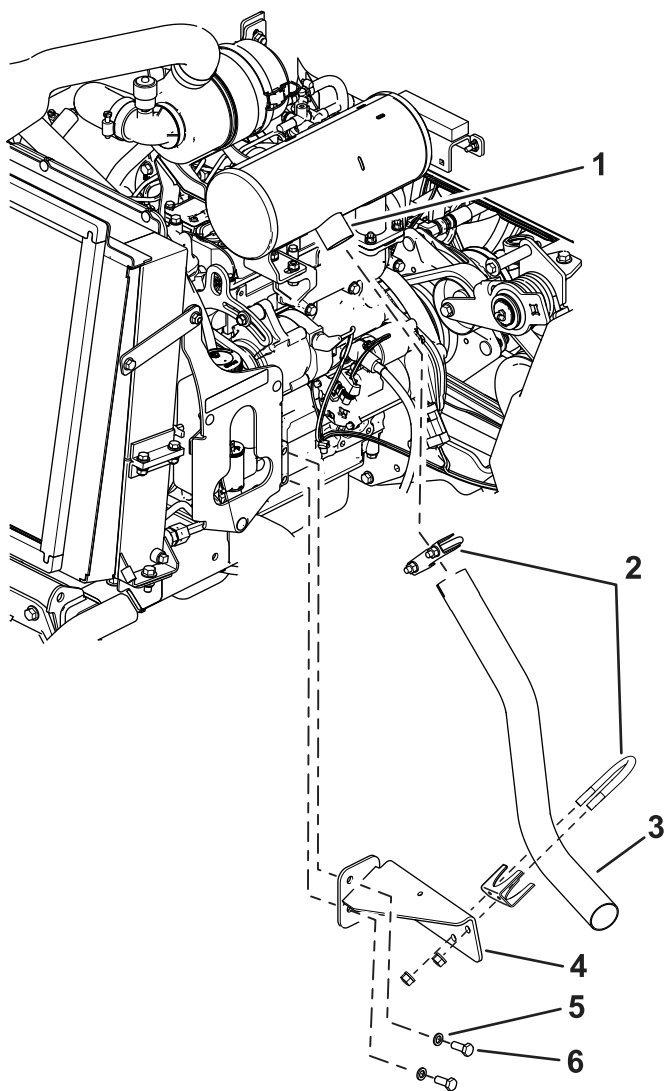

Figura 7
4. Instale o novo conjunto do suporte na lateral do motor com as anilhas e parafusos do motor previamente removidos (Figura 7).
5. Deslize a abraçadeira existente sobre o novo tubo de escape e instale o novo tubo de escape na saída da panela de escape (Figura 7).
6. Instale a nova abraçadeira em redor do novo tubo de escape e no conjunto do suporte com as ferragens da abraçadeira (Figura 7).
8. Aperte os parafusos do motor com 54 N·m e, em seguida, aperte todas as abraçadeiras (Figura 7).